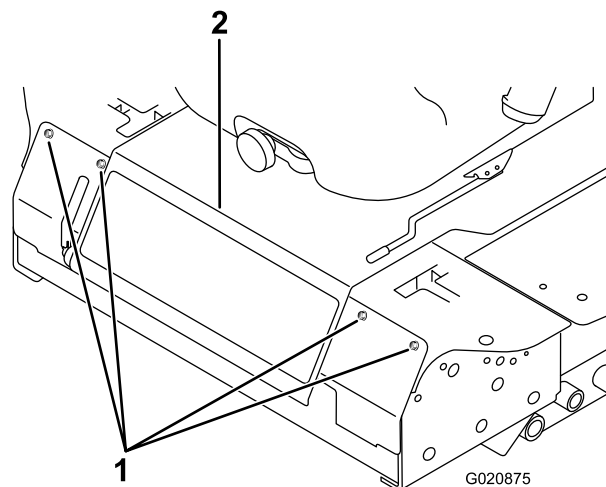

図 48
2. 前パネルを止めているボルトを外して前パネルを外す(図 48)。